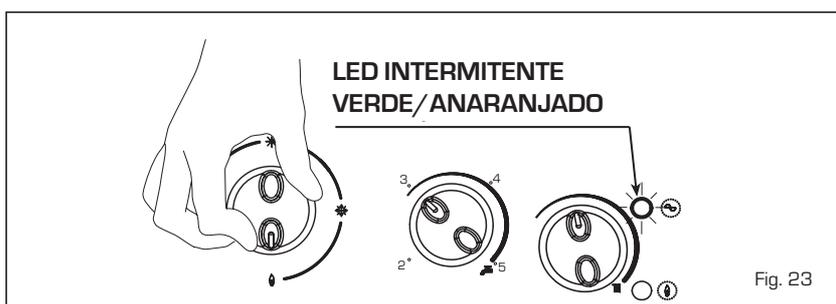

Fig. 23
4.6.1 Función deshollinador (fig. 23)